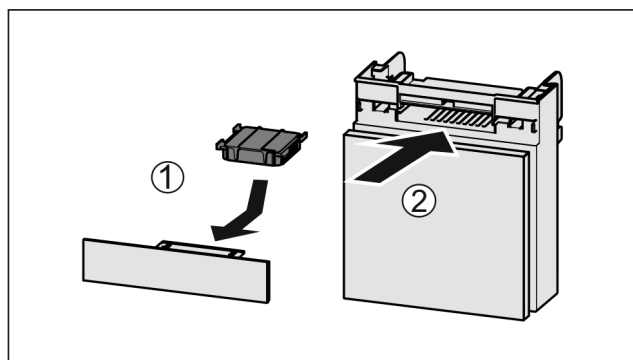

Fig. 73
- 按图装入 Fig. 73 (1) 活性炭过滤器。
- 推入 Fig. 73 (2) 抽屉。